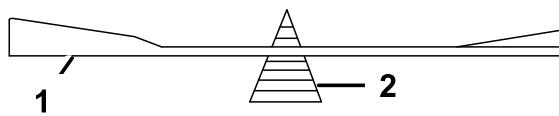

Figure 84
2. Vérifiez l'équilibre de la lame en la plaçant sur un équilibrage (Figure 84).